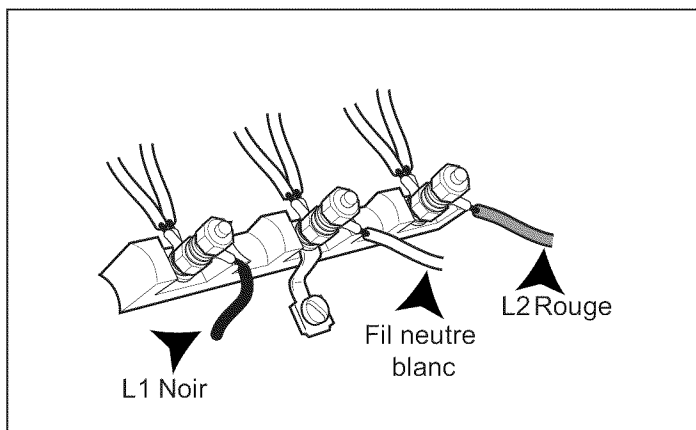

Figure 11 : Connecteur à trois fils
2. Fixez le fil neutre, le fil de mise à la terre du circuit d'alimentation à la tige centrale du bloc de bornes avec un écrou (consultez la figure 11).
Flamme : réglage haut. Tournez le bouton à **la position HI**. Consultez la Figure 11 pour connaître les caractéristiques d'une flamme qui est considérée comme correcte.